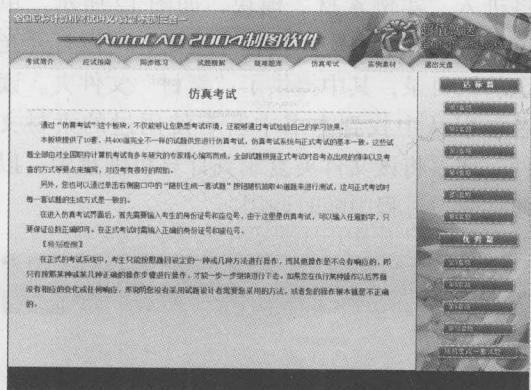
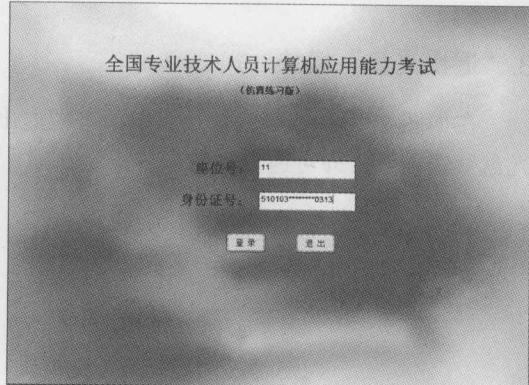

图 7 “仿真考试”模块
图 8 仿真考试的登录界面
进行模拟考试，其主界面如图 7 所示。在右侧窗格中可以通过“第 1 套题”~“第 10 套题”按钮选择相应的试题，也可以通过“随机生成一套试题”按钮随机抽题。
(1) 在如图 7 所示的右侧窗格中单击任一按钮后，即可进入登录界面，在此输入考生的座位号（2 位数字）和身份证号（模拟考试时可以输入 15 位数字或 18 位数字），如图 8 所示。